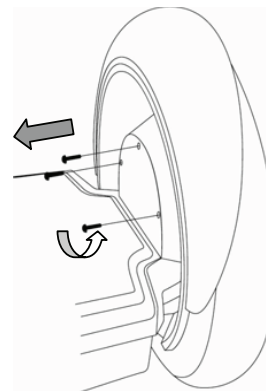

Figura 1. Rimozione del coperchio del blocco di trasmissione
2. Utilizzando una chiave a brugola da 4 mm, rimuovere le tre viti di fissaggio che collegano il coperchio della scatola di trasmissione e riportarle in un luogo sicuro. Vedere **Figura 1**.